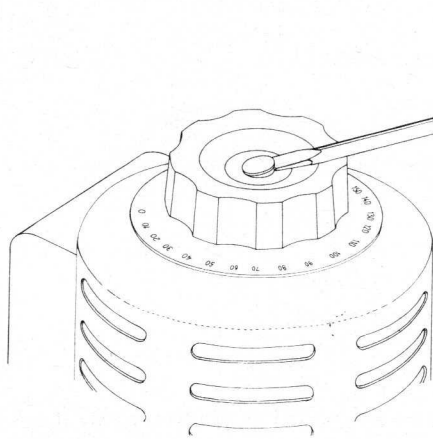

Fig. 4
- Regelknop verwijderen door de centrale dop af te nemen (zie fig. 4) en de onderliggende schroef los te draaien.